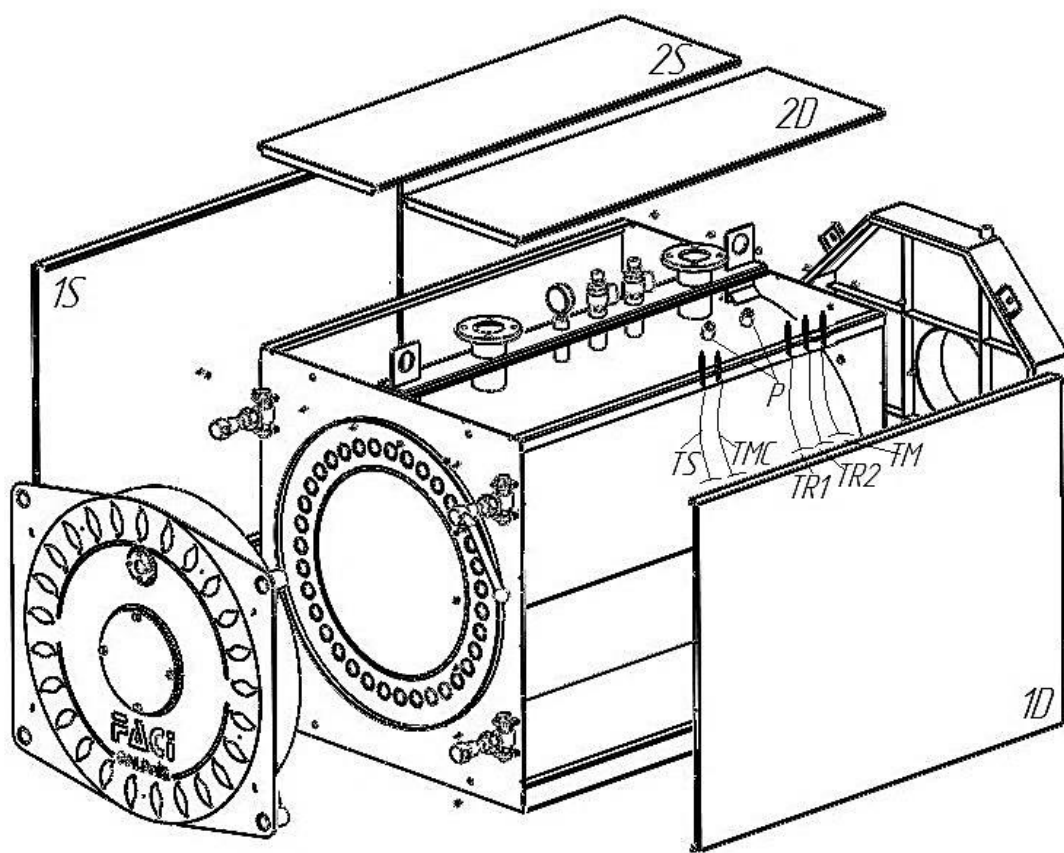

Рис. 8
4.4 Подключение датчиков (Рис. 8).
6) Зафиксировать верхние и боковые панели саморезами (см.рис. 8).